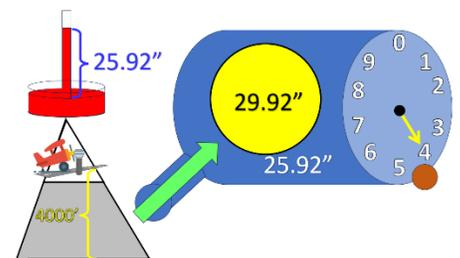
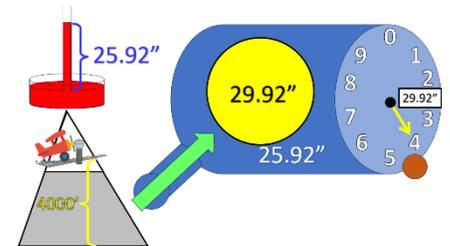

Figure 2
Figure 5
Maintenant, si l'on prend l'aéroport exécutif de Toronto/Oshawa (CYOO), en Ontario, on peut voir des chevrons jaunes sur la piste 12 (bien que ce ne soit pas évident à voir sur la figure 2 provenant de Google), et le CFS n'indique pas que le seuil est décalé. La LDA indiquée pour la piste correspond à toute la longueur de la piste, soit 4 250 pi. Si l'on regarde attentivement le schéma de l'aéroport, on peut voir que la piste commence à la hauteur de la voie de circulation, et que la surface qui précède n'est pas illustrée. Il est important de savoir que les chevrons indiquent que la surface n'est pas certifiée pour les mouvements d'aéronefs.
Figure 2 : Image tirée de Google Maps et datée du 17 septembre 2024. Images ©2024 Airbus, First Base Solutions, Maxar Technologies, Données cartographiques ©2024.
d'aérodrome de 4 000 pi ASL, la pression barométrique extérieure, et donc la pression dans le boîtier de l'altimètre, diminuera. Dans ce cas, comme le montre la figure 2, la pression a baissé de 4 po de mercure pour atteindre 25,92 Hg, ce qui correspond à notre gradient adiabatique standard de 1 Hg pour chaque 1 000 pi. Naturellement, la capsule anéroïde se dilate et, reliée au cadran, donne une indication de 4 000 pi ASL.
Si nous procédons ainsi — en calant l'altimètre sur « 0 » — à l'aéroport sur la montagne de la figure 2, une pression de 25,92 Hg sera indiquée. Mais cette pression est propre à cet aéroport; cela ne servirait pas à grand-chose si nous décollions d'ici et atterrissions à un aéroport dont l'altitude est différente. Ainsi, pour que nous soyons tous sur la même longueur d'onde, nous devons régler nos altimètres par rapport à un autre point de référence — le niveau de la mer, qui est commun à tous les aéronefs volant dans la région. Cela nous évitera d'entrer en collision les uns avec les autres. Pour connaître le niveau de référence de la mer, il suffit de tourner le sélecteur jusqu'à ce que l'aiguille indique l'élévation de l'aérodrome. En d'autres termes, comme Paul Kollsman en 1928, nous cherchons un moyen de régler l'altimètre pour tenir compte des variations de la pression barométrique en raison de l'élévation de l'aérodrome. En ajoutant 4 000 pi d'élévation à l'aérodrome, on ajoute 4 po à la pression indiquée dans l'échelle de pression barométrique, et on obtient la pression au niveau de la mer de 29,92 Hg, comme le montre la figure 5. On parle alors de QNH, « NH » étant l'abréviation de « nautical height » (hauteur par rapport au niveau de la mer), qu'on appelle généralement « calage
altimétrique », et c'est le chiffre qu'on lit dans un message d'observation météorologique régulière d'aérodrome (METAR). Il est utile de connaître cette relation entre la pression à la station et l'élévation de l'aéroport; lors d'un décollage d'un aéroport où il n'y a pas de calage altimétrique disponible par une station météorologique locale, il suffit de caler l'altimètre sur l'élévation de l'aérodrome pour obtenir le QNH dans la fenêtre Kollsman. Essentiellement, la conversion de l'altitude ASL de l'aérodrome en pouces de mercure donne la différence entre la pression à la station QFE et le calage altimétrique QNH. Dans la figure 5, la différence est de 4 po; l'élévation d'aérodrome est de 4 000 pi. L'altitude vraie est égale à l'altitude indiquée.
*Figure 2 : Photo prise peu après l'événement, montrant le point d'impact et les conditions de lumière plate avec un manque de définition de la surface (Source : Custom Helicopters Ltd.)*